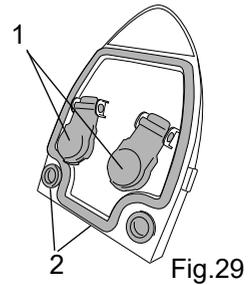
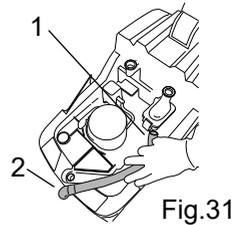

Fig.29
Fig.31
- Klappen Sie den Deckel auf und überprüfen Sie, ob sich die Schwimmer frei bewegen können (Abb. 29, Pkt. 1).
- Reinigen Sie die Dichtungen mit einem feuchten Tuch (Abb. 29, Pkt. 2).
- Nehmen Sie den Schlauch vom Drosselventil (Abb. 31, Pkt. 1) und vom vorderen Saugfuß (Abb. 29, Pkt. 2) ab.